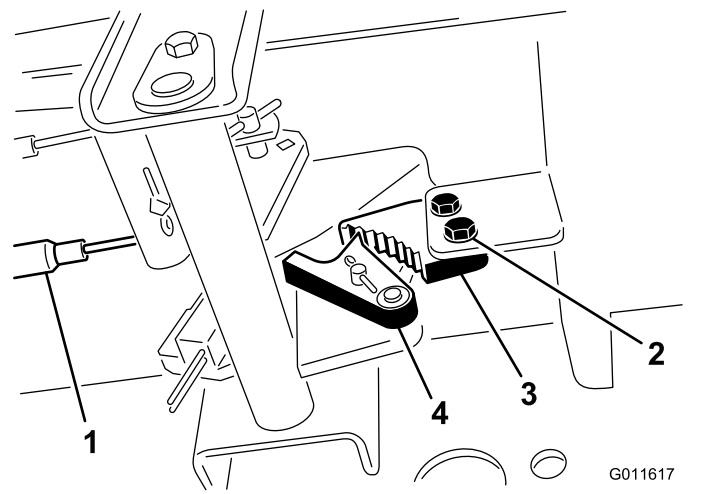

**Figura 113**
5. Pentru a reduce cursa liberă a pedalei de frână, slăbiți contrapiulițele față de pe capătul filetat al fiecărui cablu de frână (Figura 113).